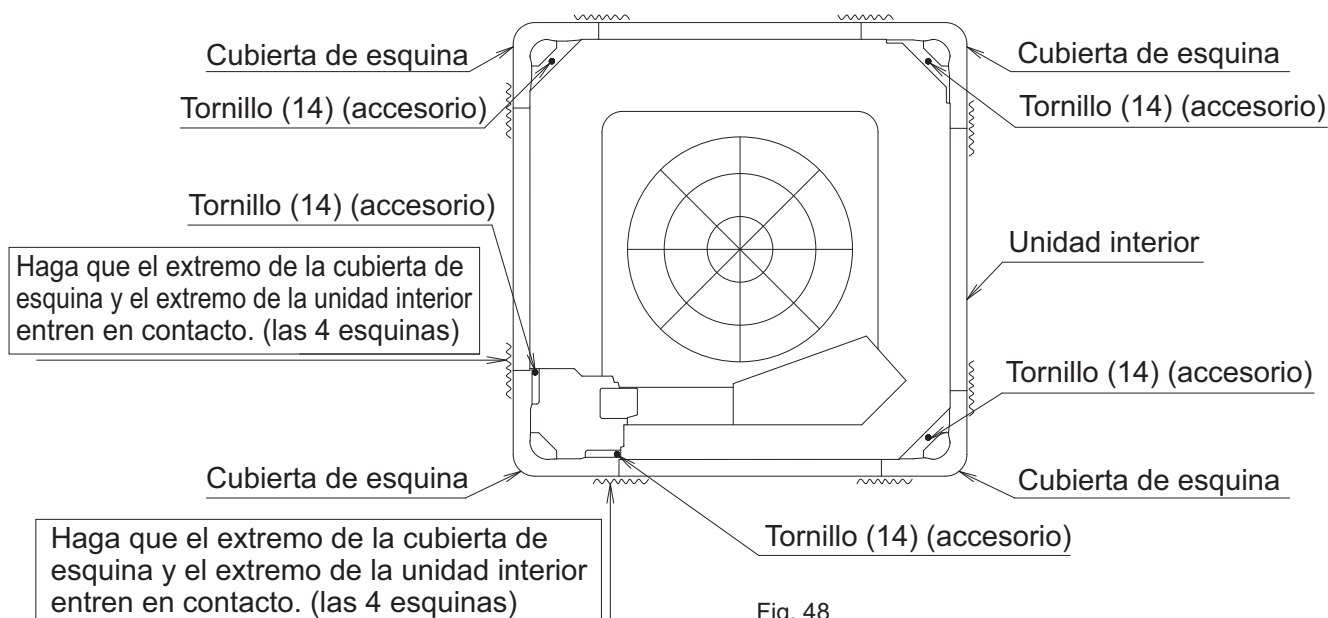

Fig. 48
A continuación, fije la cubierta de esquina con los tornillos suministrados (14) mientras presiona la cubierta de esquina de modo que el extremo de la cubierta de esquina y el extremo de la unidad interior entren en contacto. (**Consulte la Fig. 48**)